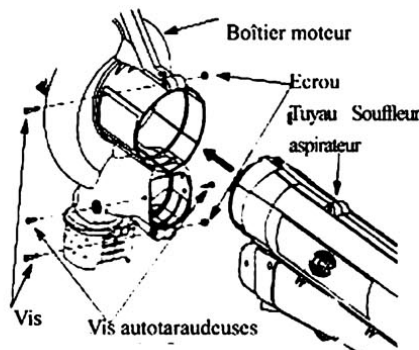

Fig 1
que les attaches du tuyau aspirateur/souffleur soient alignées avec les trous des vis du boîtier. (Fig. 1).
2. Retirer les 2 (deux) vis et écrous qui maintiennent le tuyau aspirateur/souffleur du boîtier du moteur. (Fig. 1).